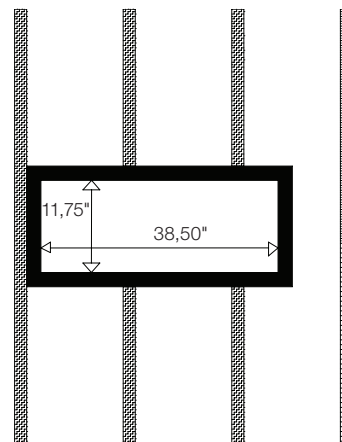

Figura 16
3. Usando perfis 2 x 6, crie um quadro com dimensões internas de 38,5" x 11,75" (977,9 mm x 298,5 mm) (Figura 16). O espaço excedente em relação ao tamanho do buraco serve para permitir a introdução de ferramentas a fim de fixar a moldura na parede. Fixe aos suportes existentes com pregos ou parafusos de madeira.